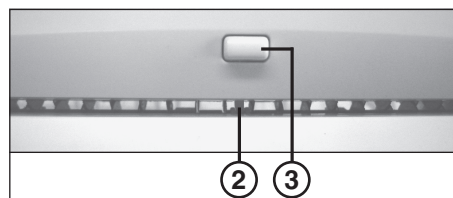

fig. 2
- 3 = Interruptor adicional (fig. 2) (avance manual)**